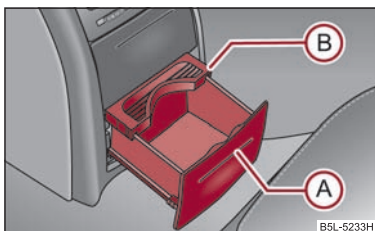

Fig. 80 Consola centrală spate: Suportul pentru pahare
- Apăsați capacul în zona (A) ⇒ fig. 80 - suportul pentru băuturi iese.
- Reglați suportul pentru băuturi deplasând placa de siguranță (B).